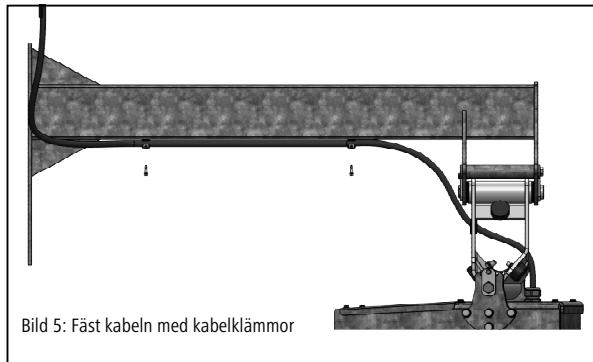

Bild 5: Fäst kabeln med kabelklämmor
8. Säkra fästsksruven M14 med säkringsplåt (bild 4 – nr 11), skruv (bild 4 – nr 11), bricka (bild 4 – nr 12) och självslående mutter (bild 4 – nr 13) mot att lossa. Fäst motorkabeln på upphängningsarmen med klämmor och självslående skruvar (bild 5).